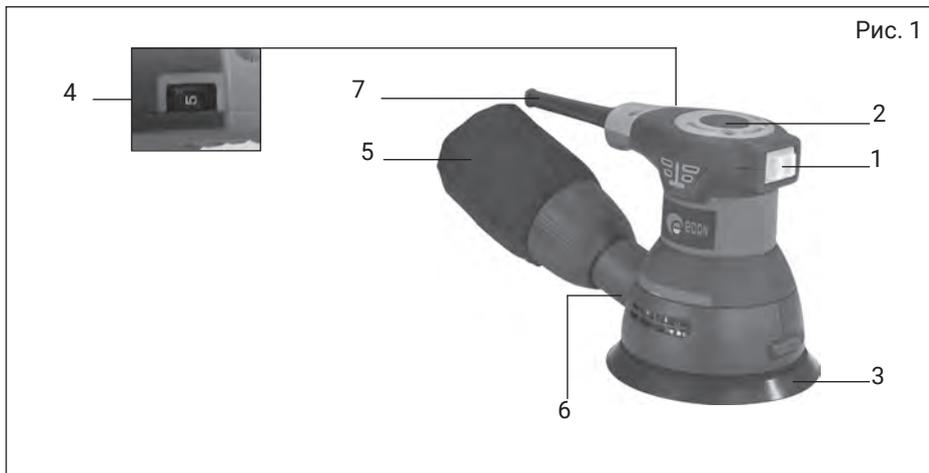

Рис. 1
4.2 Шлифмашина состоит из вертикально расположенного коллекторного двигателя в пластиковом корпусе (рис. 1 поз. 2), с кнопкой включения (рис. 1 поз. 1) и регулятор оборотов (рис. 1, поз. 4), а также патрубком (рис. 1, поз. 6) для подсоединения мешка пылесборника (рис.1, поз. 5). В нижней части расположена шлифовальная платформа (рис. 1, поз. 3).
- для включения шлифмашины необходимо перевести выключатель (рис. 1 поз. 1) в положение «Вкл.»:
- для выключения шлифмашины переведите выключатель (рис. 1, поз. 1) в положение «Выкл.».
- Проверить надежность крепления наждачной бумаги на шлифовальной платформе(рис.1, поз. 3);